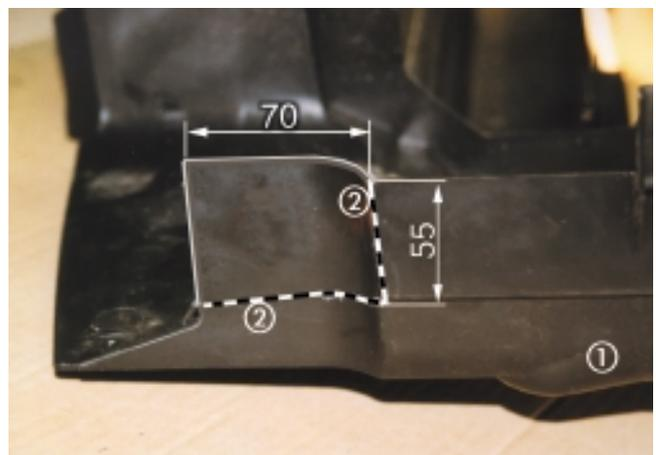

Bild 1
**Untere Motorabdeckung abändern** (siehe Bild 1)